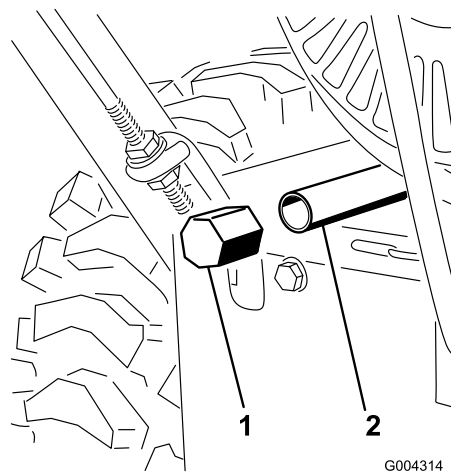

Figure 32
3. Nettoyez la surface autour du bouchon de vidange d'huile (Figure 32).
4. Placez un bac de vidange sous le tube de vidange et retirez le bouchon (Figure 32).